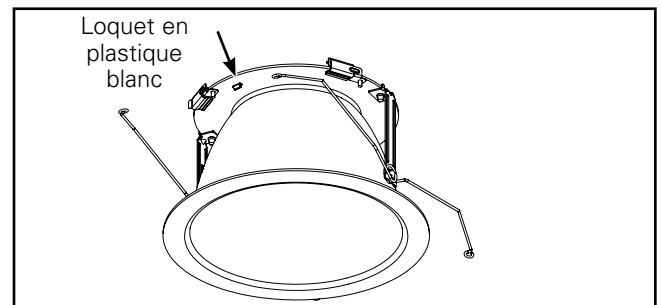

Figure 12
- Appuyez sur le loquet en plastique blanc pour retirer le réflecteur supérieur et nettoyer la lentille. (Figures 12 & 13). La lentille n'est pas amovible.